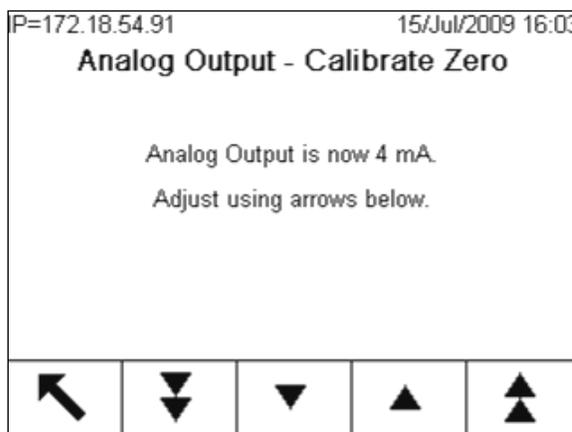

Figura 3-137: Schermata Uscita analogica - Regolazione dello zero
- Nella schermata **Uscita analogica - Regolazione dello zero** (Figura 3-137), utilizzare i softkey per regolare il segnale dell'uscita analogica esattamente a zero sul dispositivo collegato. I softkey disponibili sono descritti nella Tabella 3-11.